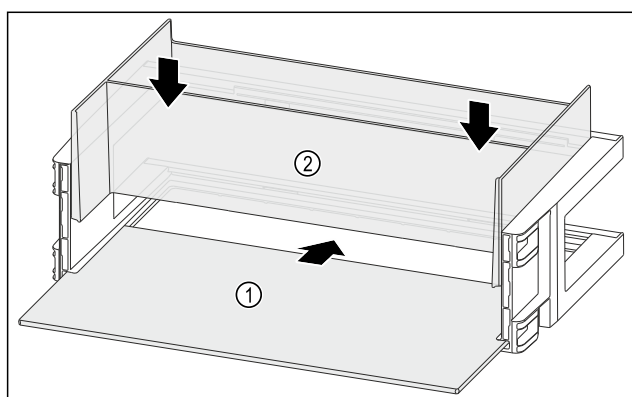

Fig. 126
- Abstellfläche Fig. 126 (1) in die seitlichen Einsparungen einschieben.
- Organizer Fig. 126 (2) einsetzen.